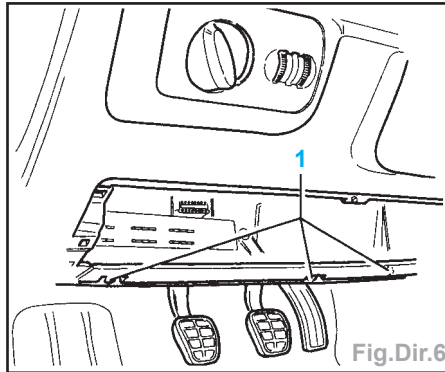

Fig.Dir.6
- Extraire les vis (1) et séparer le revêtement sous planche de bord (Fig.Dir.6).